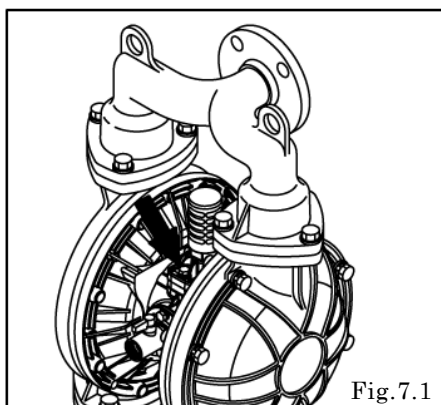

Fig.7.1
- ・バルブボディ取付ボルト 2 か所を外しバルブボディを取り外す。〔Fig.7.1〕